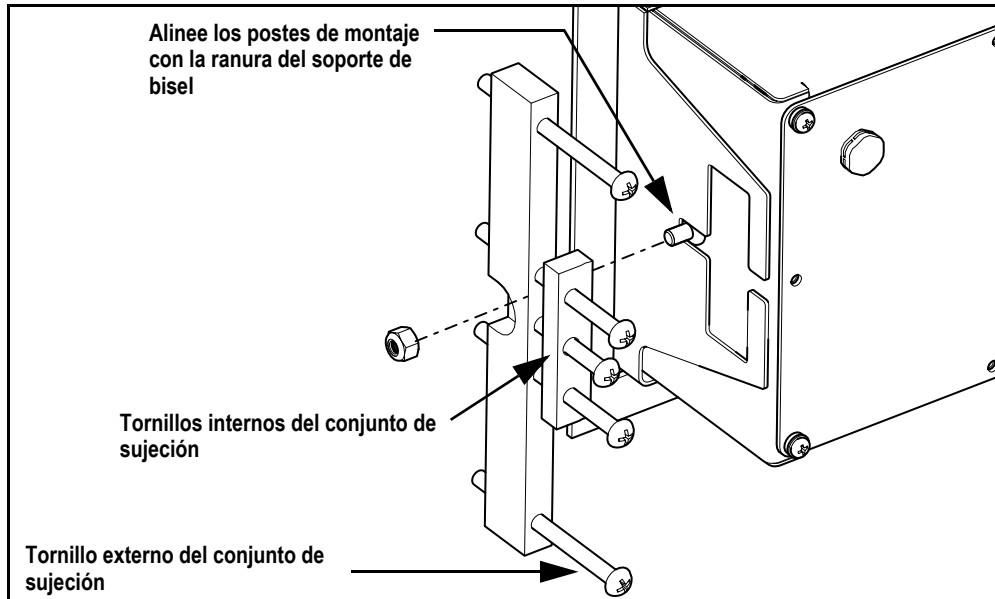

Figura 4. Instalación del indicador
10. Apriete los tornillos internos del conjunto de sujeción (consulte la Figura 4), accionando la barra de sujeción en el soporte de bisel a la vez que el indicador se aprieta con fuerza contra la junta de bisel interna.